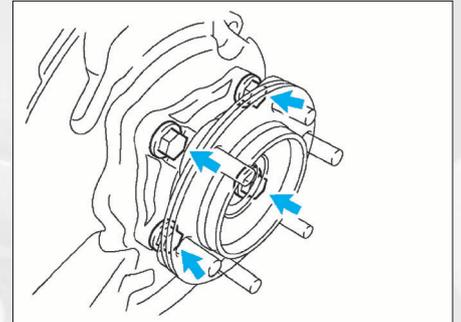

FIG. 14
- Déposer l'ensemble moyeu roulement du pivot (**fig. 14**).